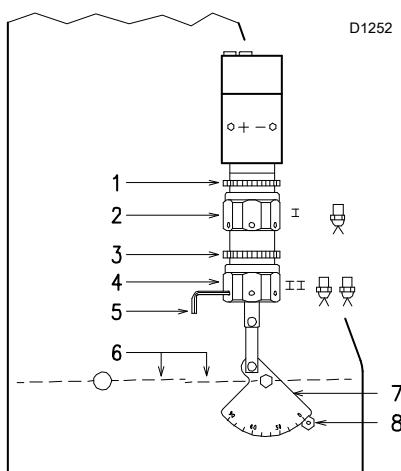

图 19
- 启动时，松开油泵上的螺栓3(图19)，排出进油管路中的空气。
**14 bar:** 为了增大喷油量或确保环境温度低于 0°C 时的点火启动。调整油泵压力，可使用螺栓 5( 图 19 第 17 页 )。